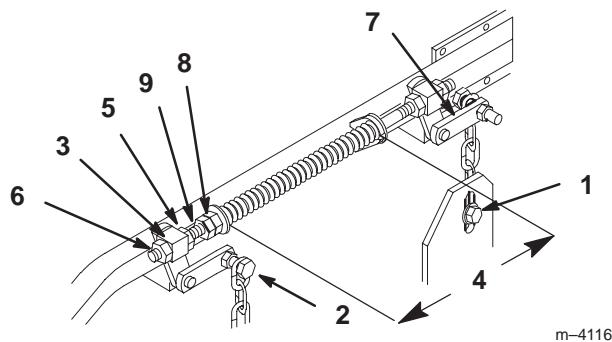

Bild 62
4. Heben Sie die Schneidwerkabdeckung in die Transportposition an (Bild 61). Nehmen Sie den Druck von den beiden großen Hebefedern der Schneidwerkabdeckung, indem Sie die Klemmmutter und vordere Spannmutter vor jeder Feder soweit wie möglich lockern (Bild 62).
6. Lockern Sie die untere Ketten schraube im Schlitz an der Rückseite der Schneidwerkabdeckung. Wiederholen Sie das Verfahren für die andere Seite (Bild 62).
7. Lockern Sie die vordere und hintere Sicherungsmutter an beiden Seiten des vorderen Drehzapfens. Lockern Sie die Muttern so weit, bis die vorderen Ketten lose sind und die Schneidwerkabdeckung von den Blöcken getragen wird. Wiederholen Sie das Verfahren für die andere Seite (Bild 62).
8. Bei gelockerten Befestigungsteilen dreht die verbleibende Spannung in den großen Stützfedern den Hebegriff der Schneidwerkabdeckung aus seiner 38 mm-Stellung heraus nach oben. Drücken Sie auf den hinteren Stützarm der Schneidwerkabdeckung, um den Hebegriff der Schneidwerkabdeckung wieder fest in seine 38mm-Stellung zu bringen (Bild 62).
9. Drücken Sie weiter auf den hinteren Stützarm der Schneidwerkabdeckung. Straffen Sie dabei die hintere Kette und ziehen Sie die Befestigungsteile unten an (Bild 62). Jetzt müssen Sie den Stützarm nicht mehr nach unten drücken. Wiederholen Sie das Verfahren für die andere Seite.
15. Regulieren Sie die Druckfedern, indem Sie die vorderen Spannmuttern so weit drehen, bis die Entfernung zwischen den beiden großen Scheiben 260 mm beträgt. Ziehen Sie dann die Klemmmutter an (Bild 62).